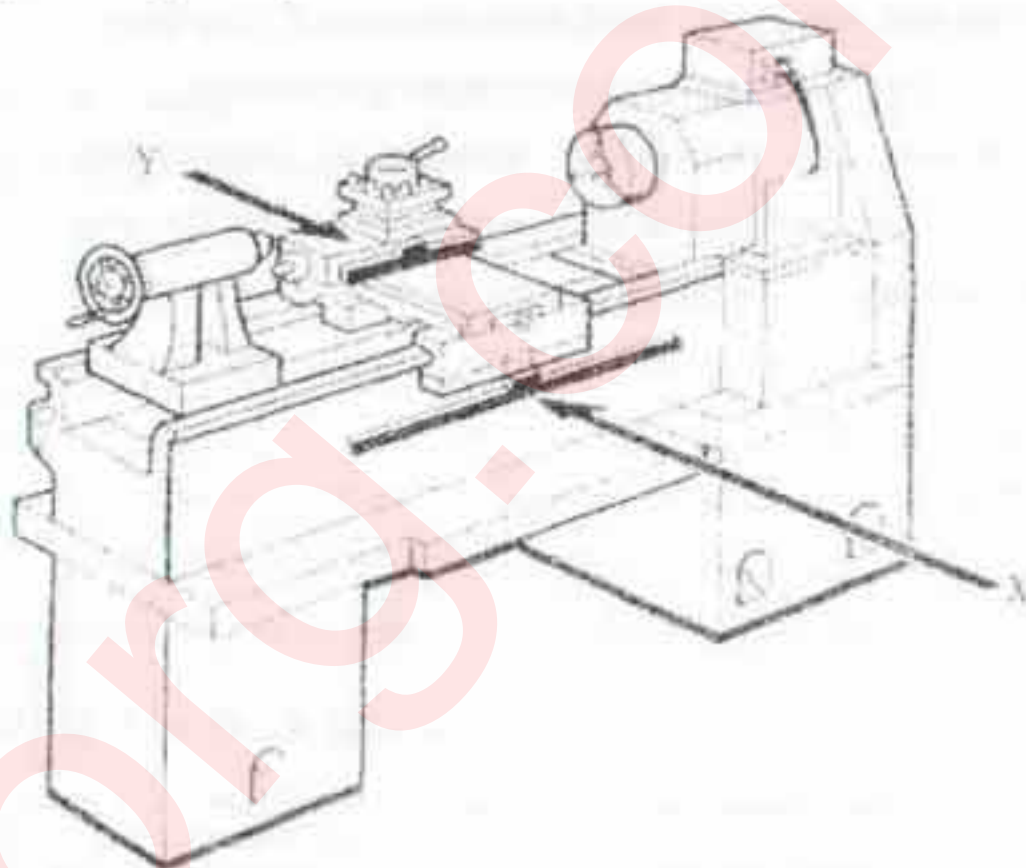

Рисунок 10
6.11.1 Если две шкалы установлены на одну ось (см. рисунок 10), то позиция рабочего органа будет определяться как сумма двух значений (X и Y) в этом направлении. Это называется станочной функцией. Существуют следующие режимы: